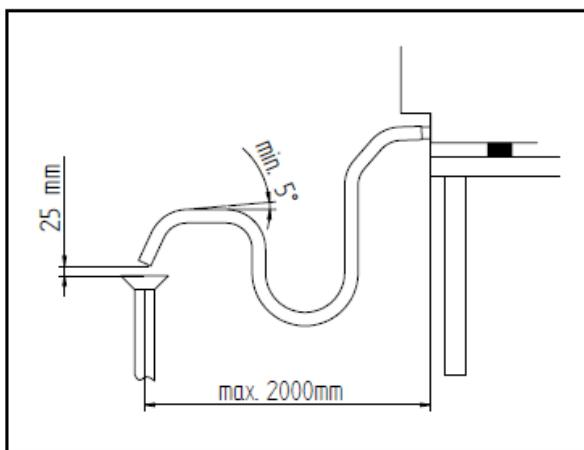
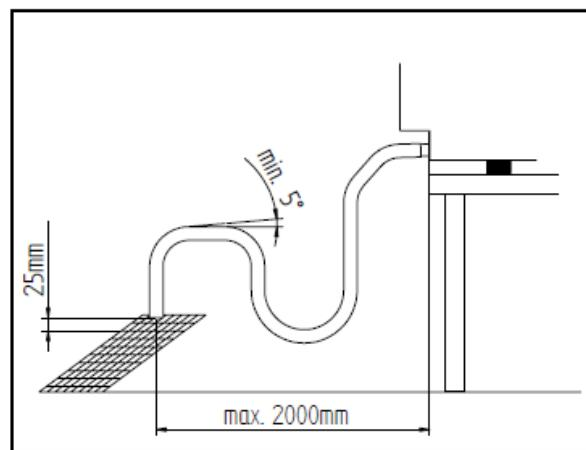

FIG. 1
FIG. 2
**Vidange de l'eau** - Un tuyau de vidange (Fig. 1), qui permet le drainage de la chambre de cuisson, sort du dos de l'appareil. Il faut y relier un tuyau ayant un diamètre interne de 30 mm (DN 30) et en mesure de résister aux températures de la vapeur (90°C-100°C). Pour éviter tout risque d'étranglement, il est conseillé d'utiliser un tuyau rigide en veillant à ce qu'il ne forme pas de « coudes » le long du parcours de vidange. Le tuyau doit par ailleurs avoir toujours la même inclinaison (min. 5%) sur toute sa longueur (la longueur considérée est celle du tuyau de vidange de l'appareil au point de vidange et elle ne doit dépasser 2 mètres). La tuyau de vidange doit arriver à un point de vidange ouvert au sol (Fig. 2). Par ailleurs le « saut » minimum doit être de 25 mm (distance entre le tuyau de vidange sortant de l'appareil et l'emboîture du tuyau de canalisation de vidange). Quoi qu'il en soit, le tuyau relié au tuyau de vidange de l'appareil ne doit pas être en contact direct avec le point de vidange pour des motifs de conformité aux normes d'hygiène en vigueur. Nous conseillons de raccorder la vidange de l'appareil au réseau des eaux grises en utilisant un siphon adéquat de façon à empêcher la sortie des vapeurs du point de vidange.